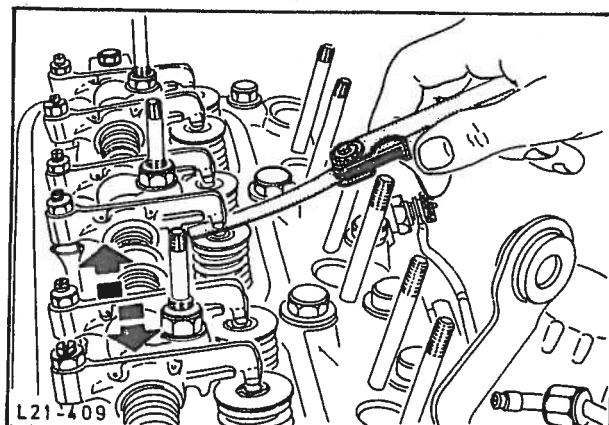

Fig. 113 Justering av ventilklingene.
15. Juster ventilklingene, fig. 113 (se operasjon 21 213). Drei alltid motoren rundt i normal omløpsretning når dette gjøres.